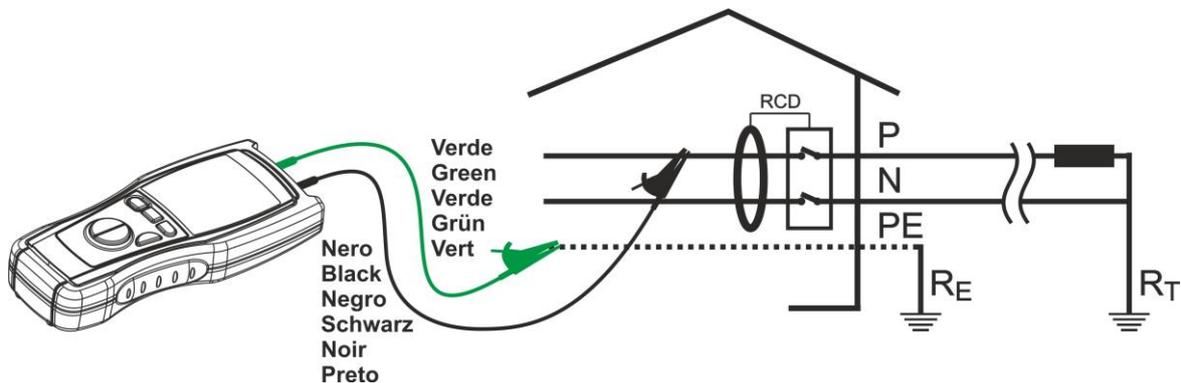

Fig. 14: Conexão dos terminais do instrumento em teste AUTO
5. Ligar o terminal verde do instrumento ao condutor de proteção (terra) e o condutor preto ao cabo de fase (ver Fig. 14) ou, então, inserir o cabo shuko numa tomada de corrente.